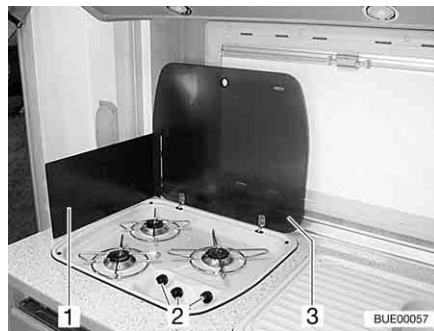

Fig. 163 Fornello a gas
Una bandella di protezione (Fig. 163,1) protegge i mobili in prossimità del fornello a gas.
- Aprire la copertura del fornello a gas (Fig. 163,3).
- Ruotare il pomello girevole (Fig. 163,2) dell'impianto a fiamma libera desiderato in posizione accesa (fiamma alta).